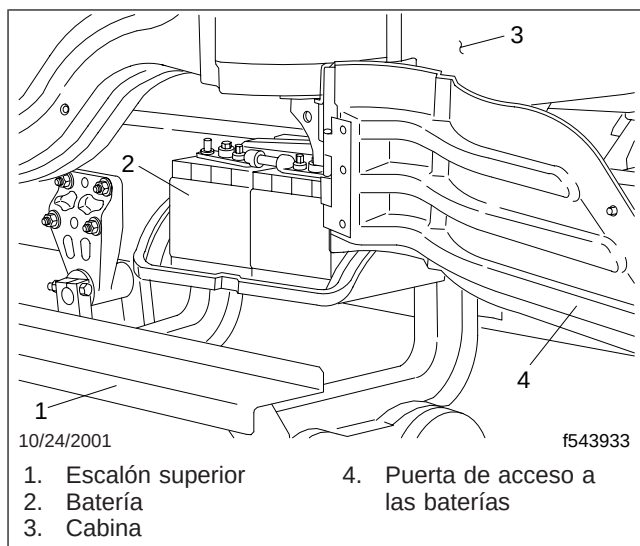

Figura 13.4, Compartimento de las baterías, abierto
2. Para acceder a las baterías, abra el compartimento de las baterías. Vea la Figura 13.4. Vea las instrucciones detalladas en el Capítulo 2.